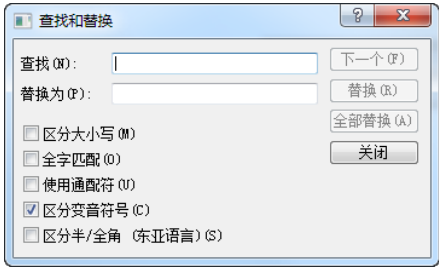

图 6-13 “替换”对话框
- 3) 查找和替换：显示“替换”对话框，如图6-13所示。在该对话框中进行替换操作，操作方式与Word编辑器中替换操作类似，不再赘述。